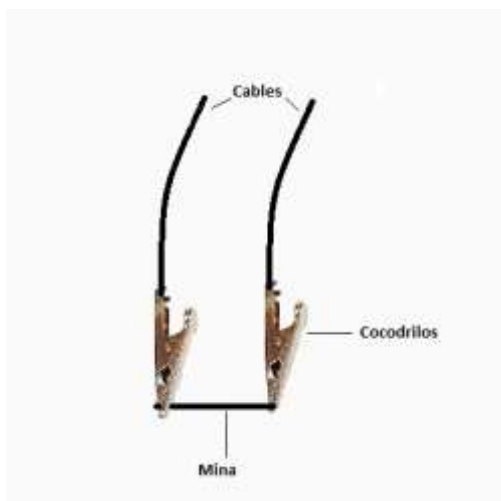

Figura 2.
- 3- Tomen la mina de lápiz de 2 mm y sujéténla por sus extremos con los cocodrilos de los cables provistos como muestra la Figura 2.